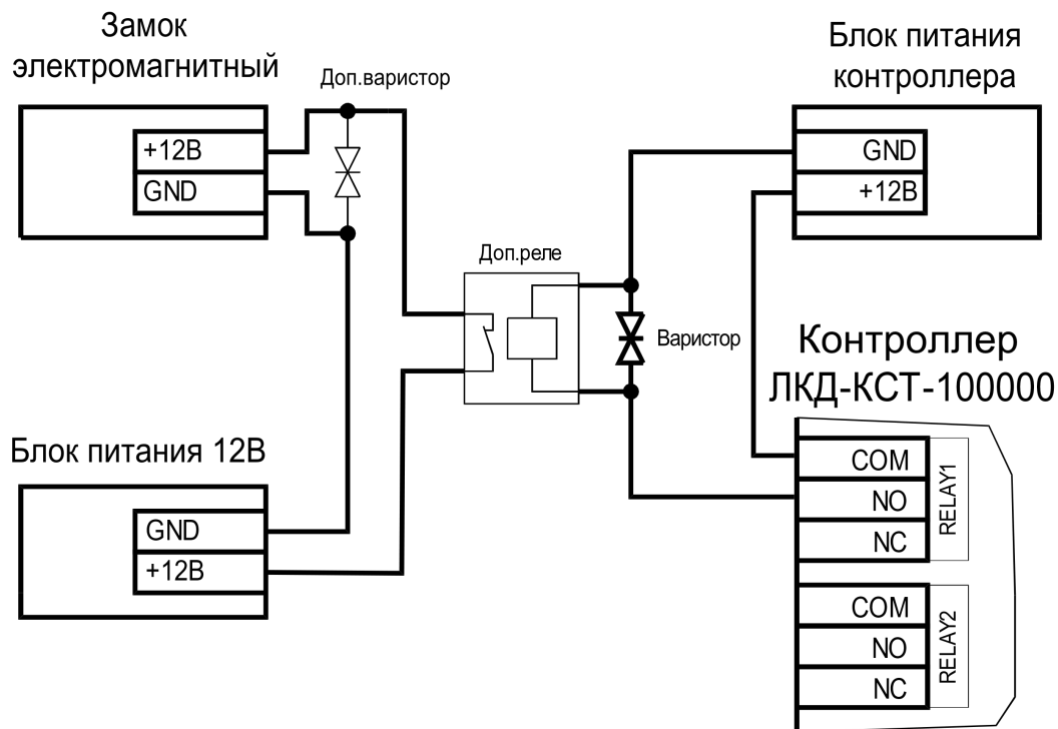

Рисунок 12. Схема подключения замка с большим током потребления
- Установите дополнительное промежуточное реле (рисунок 12).
Реле должно срабатывать от напряжения 12 В, подаваемого от контроллера, а исполнительные контакты – обеспечивать длительную многократную коммутацию силовой цепи замка. Настоятельно рекомендуется установить дополнительный варистор на стороне замка (рисунок 12). Обратите внимание, дополнительный варистор в комплект поставки не входит, а его параметры должны соответствовать напряжению питания и энергии используемого замка.